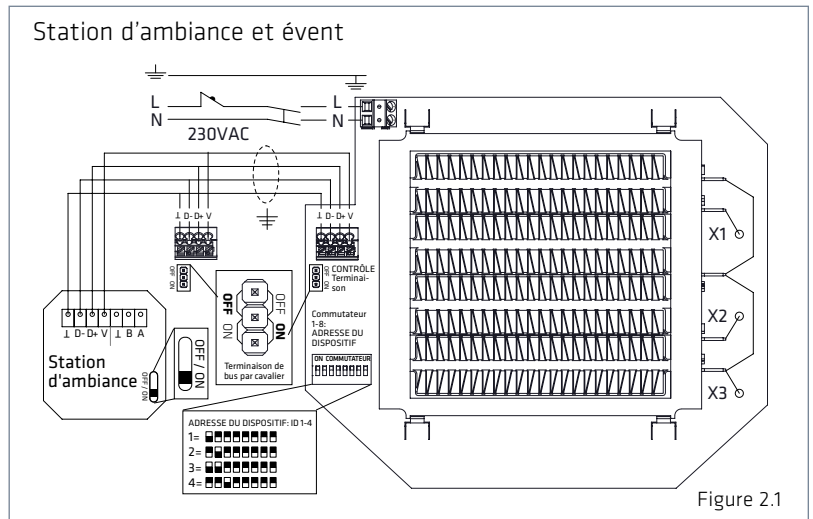

Figure 2.1
3. Détachez la grille (2) du corps. Retirez les trois vis de fixation (3) et enlevez la grille du corps (1).
5. Branchez le câble d'alimentation (MMJ) par le biais d'un interrupteur bipolaire et le câble de bus de la station d'ambiance (KLMA) aux connecteurs situés dans la section électronique du terminal, comme illustré dans les figures 2.1 à 2.3.
1. **REMARQUE !** Raccordez la tension d'alimentation 230 V au dispositif via un interrupteur bipolaire. Raccordez la tension d'alimentation aux connecteurs N et L dans la section électronique du terminal, comme illustré dans les figures 2.1 à 2.3.
2. Raccordez la terre au connecteur de terre séparé du terminal comme illustré dans les figures 2.1 à 2.3.
3. Raccordez le terminal série ECO à la station d'ambiance avec le câble Modbus comme illustré dans les figures 2.1 à 2.3.
2. Détachez l'écran tactile (1) de la pièce de blocage (2).
3. Détachez la pièce de blocage du bas (4) avec un petit tournevis par exemple.
4. Fixez le bas (4) à la boîte de connexion.
5. Installez le cache (3).
6. Installez la pièce de blocage (2).
7. Raccordez les câbles aux connecteurs de l'écran tactile comme illustré dans les figures 2.1 à 2.3.
8. Poussez l'écran tactile (1) dans la pièce de blocage (2) jusqu'à ce que vous entendiez un déclic.